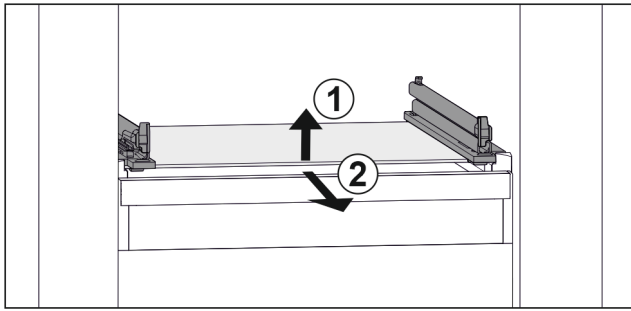

Fig. 151 玻璃隔板例图
- ▶ 抬起玻璃隔板前部。 Fig. 151 (1)
- ▶ 向前取出玻璃隔板。 Fig. 151 (2)